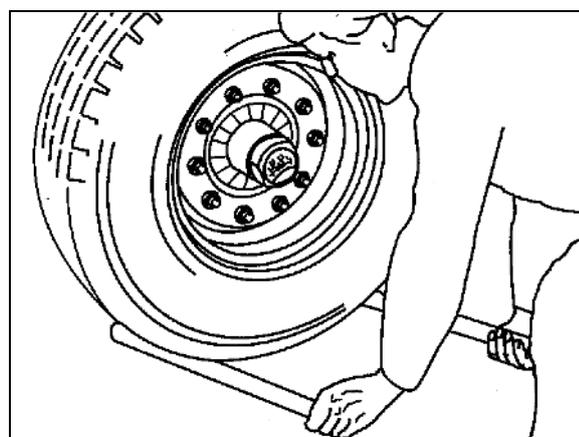

Fig. 84
1. Zum Prüfen des Radnaben-Lagerspiels Achse anheben, bis die Reifen frei sind (Fig. 84).